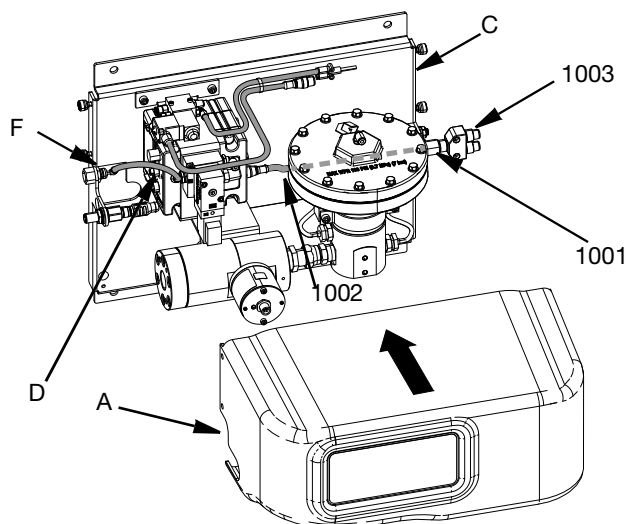

FIG. 9
- Insérez la conduite d'air du régulateur (D) dans le raccord coudé d'air entrant (F).
- Installez le connecteur traversant M12 (1001) dans la plaque de montage de fluide PCF (C).
- Réinstallez le couvercle du PCF (A). Voir FIG. 9.